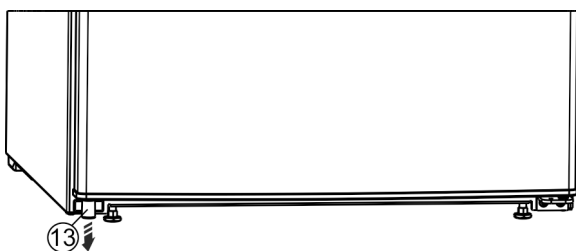

Fig. 9 \*
- ▶ Unten links das Distanzteil Fig. 9 (13) aus der Tür herausnehmen.\*